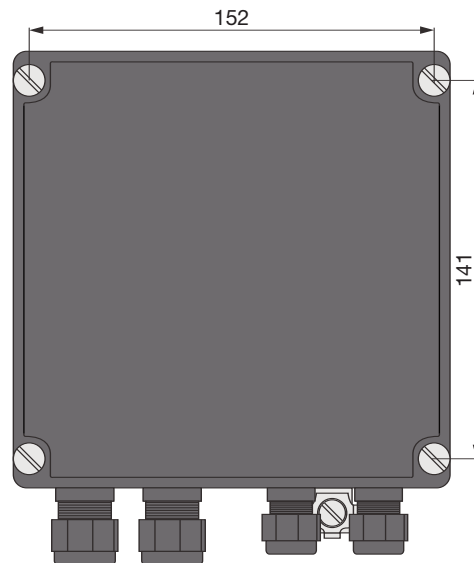

Fig. 16 : Cotes d'alésage pour OZD Profi G12DK ATEX 1
- ▶ Percez quatre alésages sur le support conformément aux cotes d'alésage sur la figure 16.